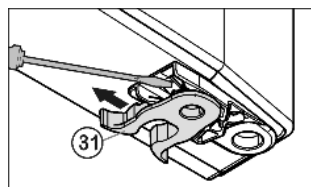

Fig. 7
- ▶ Spausuko Fig. 7 (31) perkėlimas: įspauskite noselę, per ją ištraukite spaustuką.